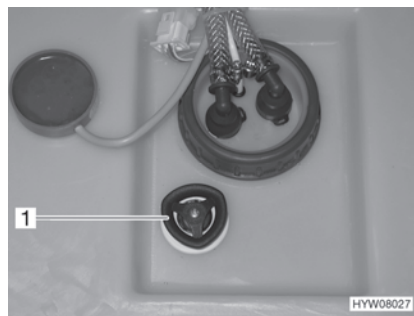

Bild 129 Vattentank med ratt
- Vrid ratten (Bild 129,1) på vattentanken medurs till stoppläget.
- Vrid ratten (Bild 129,1) på vattentanken moturs till motståndet. Vattnet rinner ut tills ca 20 liter är kvar.